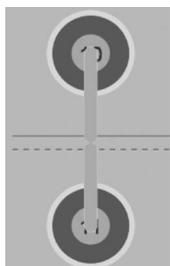

图 3-11 截断布线
(1) Slice Tracks(截断布线)。截断布线命令可将工作区中连接的 Tracks 从相交的地方断开,如图 3-11 所示。